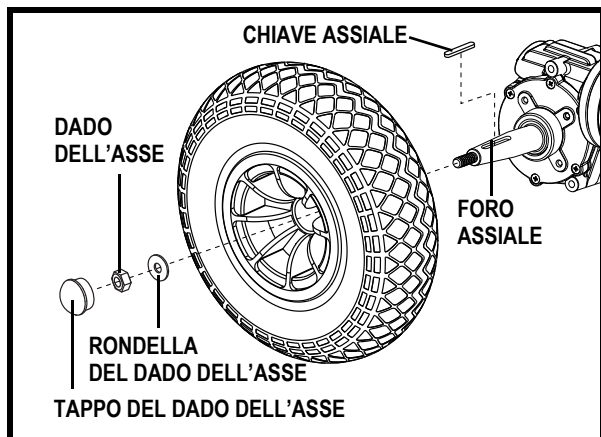
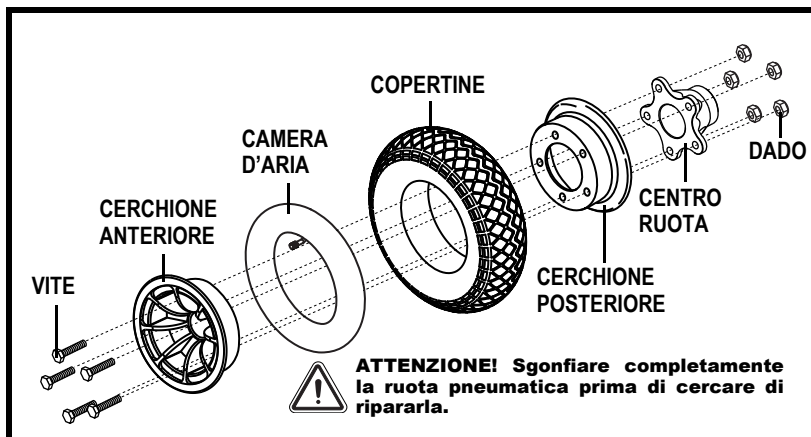

Figura 23. Ruota Motrice della Sparky
Figura 24. Ruota Motrice smontata della Sparky
4. Rimuovere il tappo del dado dell'asse, il dado e la rondella dal perno della ruota. **Vedere figura 23.**
6. Rimuovere i cinque (5) dadi Nylock dall'interno dal centro ruota.
7. Rimuovere le viti e separare il bordo anteriore e posteriore. **Vedere figura 24.**
9. Reinstallare le viti attraverso le due metà dei bordi e il centro ruota. Stringere i cinque (5) dadi Nylock all'interno del centro ruota.